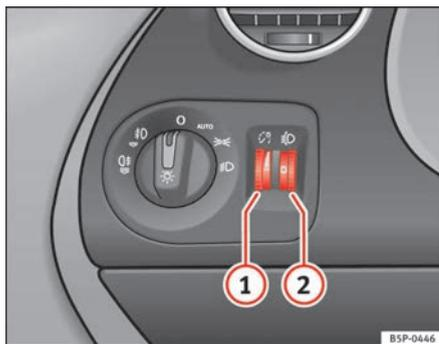

Fig. 74 Tablero de instrumentos: reguladores de la iluminación de instrumentos y mandos y del alcance de los faros
Con las luces encendidas se puede regular la intensidad de la luz de los instrumentos y mandos girando la ruedecilla moleteada ⇒ fig. 74 ①.